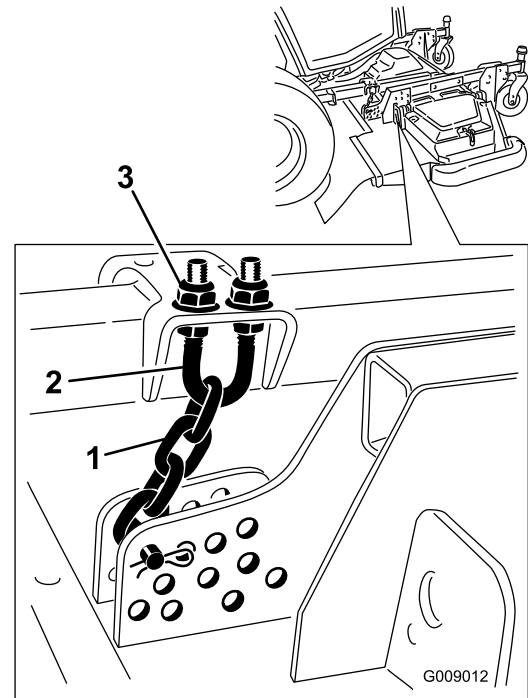

Figura 127
5. Afloje las contratuercas de la parte superior o inferior del perno en U de la cadena de altura de corte (Figura 127).